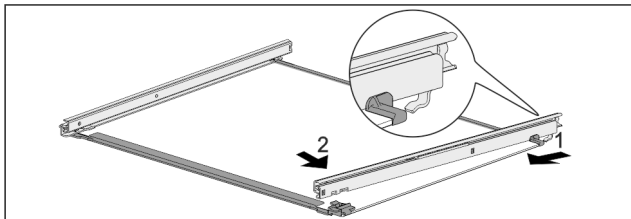

Fig. 59 Tablette en verre avec rails
- ▶ Accrocher le rail à l'arrière. Fig. 59 (1)
- ▶ Accrocher le rail à l'avant. Fig. 59 (2)